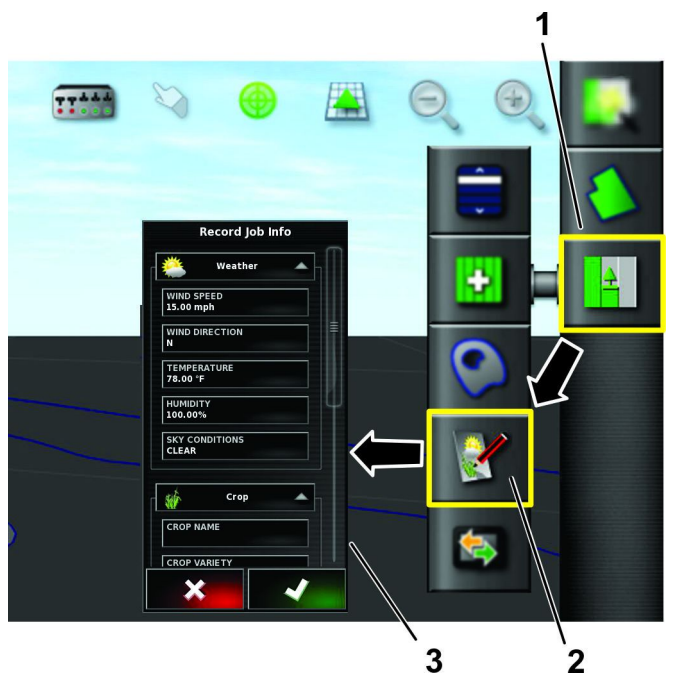

Рисунок 24
2. Нажмите на значок рабочего задания (Рисунок 24).
3. Нажмите на значок записи информации о рабочем задании (Рисунок 24).